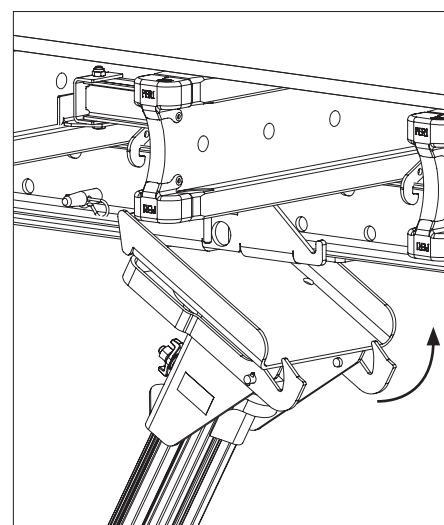

Fig. A2.05b
4. Portare il MULTIPROP MP (11) in posizione verticale. (Fig. A2.05b)